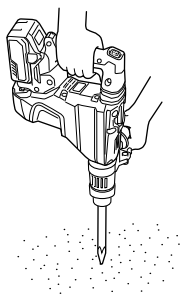

Fig. 21
2. Comment buriner ou démanteler (Fig. 21)